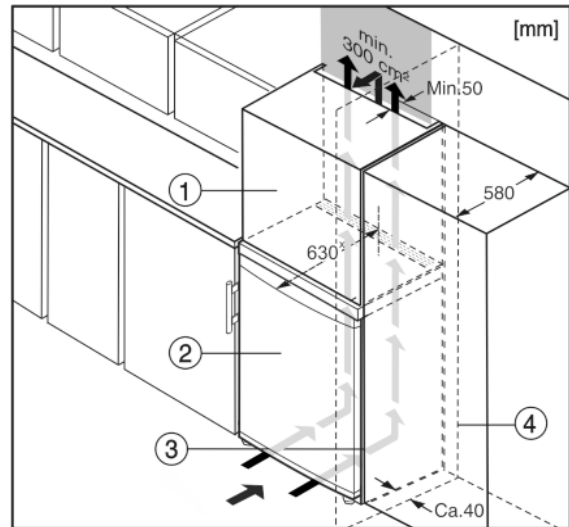

Fig. 5
- (1) Opbouwkast
- (2) Apparaat
- (3) Keukenkast
- (4) Wand
Het apparaat kan in keukenkasten worden ingebouwd. Om het apparaat Fig. 5 (2) aan de hoogte van het keukenblok aan te passen, kan boven het apparaat een opzetkast Fig. 5 (1) worden aangebracht.
Bij een ombouw met keukenkasten (diepte max. 580 mm) kan het apparaat direct naast de keukenkast Fig. 5 (3) worden geplaatst. Het apparaat steekt aan de zijkant 34 mm* en in het midden 50 mm* uit ten opzichte van het keukenkastfront.
Plaatst u het apparaat met de scharnierkant naast een muur Fig. 5 (4), dan moet de afstand tussen apparaat en muur minstens 40 mm bedragen. Dit in verband met het uitsteken van de deurgreep bij een geopende deur.